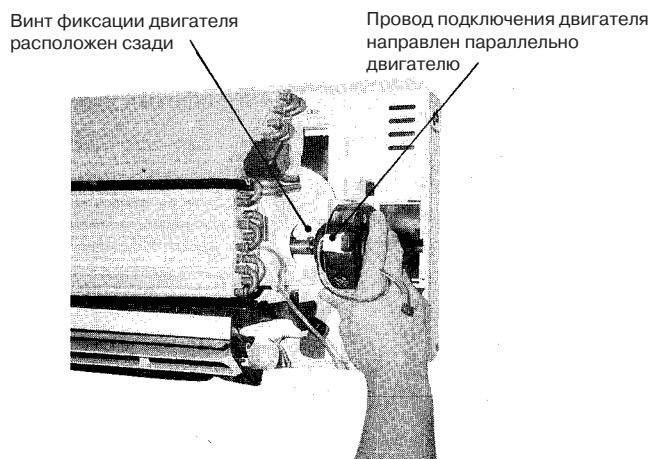

Рис.8
4. Чтобы установить двигатель вентилятора, убедитесь, что винт фиксации двигателя расположен сзади и провод подключения двигателя направлен параллельно двигателю. (рис. 8).